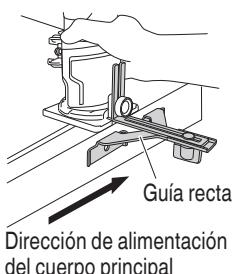

Fig. 21
(3) Como se muestra en la Fig. 21, asegure firmemente la parte inferior de la base a la superficie procesada de los materiales. Haga avanzar la fresadora mientras mantiene el plano de la guía sobre la superficie de los materiales.